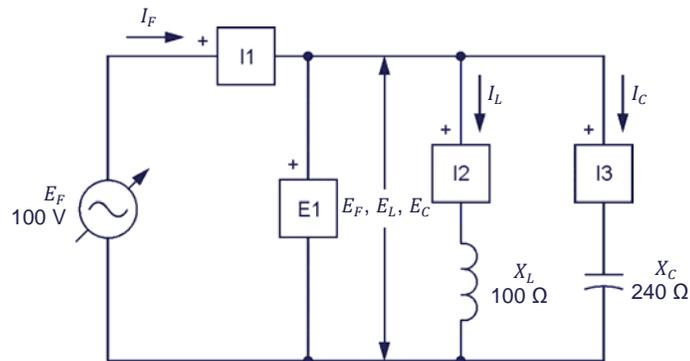

Figura 3-14. Circuito ca compuesto por un inductor y un condensador en paralelo y configuración para medir la potencia reactiva en cada componente.
6. Monte el circuito mostrado en la figura 3-14.